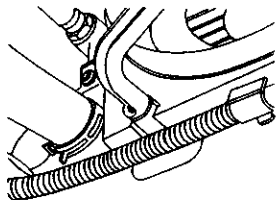

图 2-112 拔下散热器的下水管
- 4) 松开夹箍, 拔下散热器的下水管 (如图 2-112 所示), 放出冷却液。